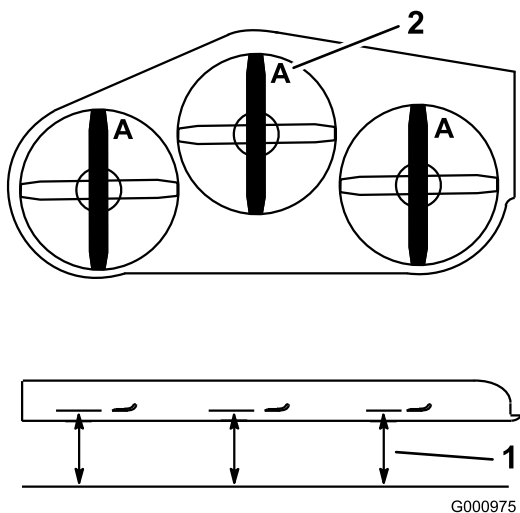

Figure 96
3. Tournez les lames dans le sens longitudinal (Figure 96). Mesurez la distance entre la surface plane et le tranchant (position **A**) des lames (Figure 96). Notez cette valeur.